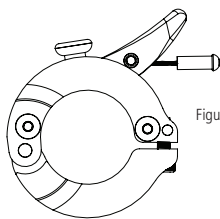

Figura 5
1. Instale o kit de controle da trava no lado esquerdo do guidão da bicicleta e com a alavanca de acionamento posicionada para cima, conforme ilustrado na figura 5;